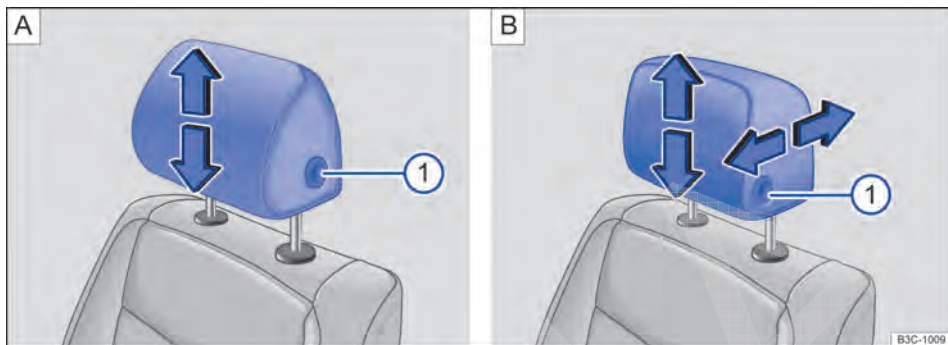

Fig. 51 Ajustar o apoio para cabeça dianteiro: em veículos sem (A) e com (B) apoios para cabeça ajustáveis na longitudinal.
- Empurrar o apoio para cabeça para cima no sentido da seta ou, com o botão  \Rightarrow Fig. 51  pressionado, empurrar para baixo \Rightarrow .